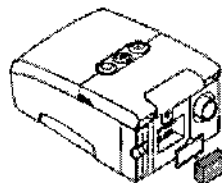

FIGURA 7-1
- 2) Extraiga los filtros de la caja sacándolos con cuidado y soltándolos del dispositivo, como se ilustra en la figura 7-1